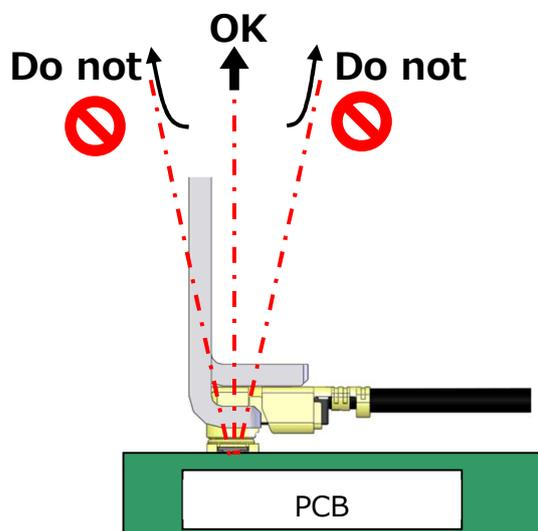

Fig. 13 引張方向
- ・挿抜 JIG は必ず基板と垂直に引き上げてください。(Fig. 13)